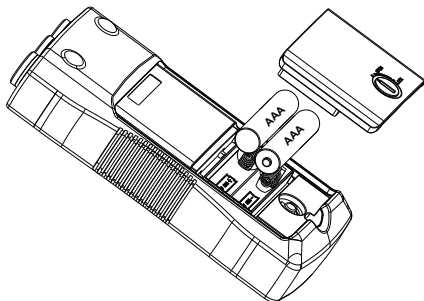

Figura 3: Reemplazo de las pilas
El medidor PRM-6 utiliza 2 pilas "AAA" de 1,5 V (suministradas). Para reemplazar las pilas, siga estos pasos y consulte la figura 3:
4. Reemplace las pilas, tal como se muestra en la figura 3. Observe la polaridad de las pilas, tal como se muestra en el compartimiento de las pilas.